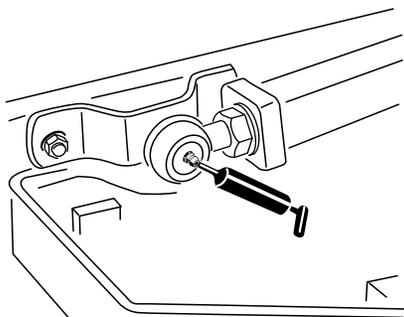

Figura 40
- 2 giunti a sfera del braccio di sollevamento (Figura 40)